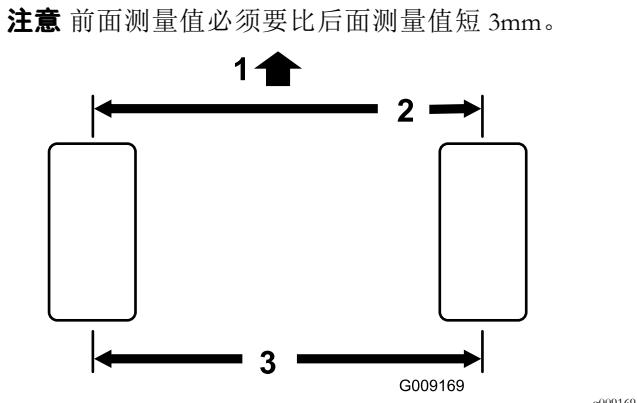

图59
- 测量前、后转向轮胎中心到中心轮轴高度的距离 (**图59**)。